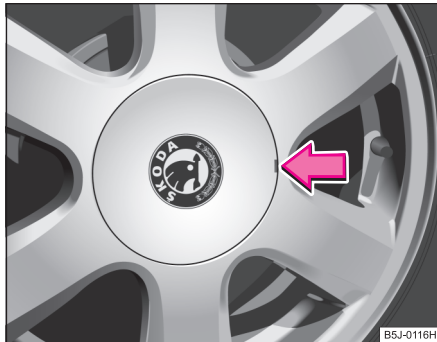

Abb. 157 Radzierkappe abziehen
- Hebeln Sie die Radzierkappe mit Hilfe des Abziehhakens vorsichtig ab ⇒ Abb. 157. ■